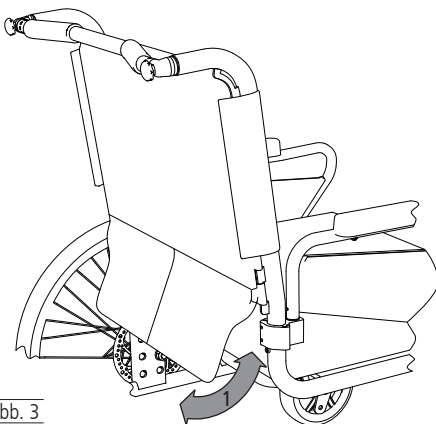

Abb. 3
1. Die Lasche des Rückenpolsters kann an der Rückseite des Sitzpolsters festgeklettet und somit der Spalt zwischen Rückenlehne und Sitzfläche geschlossen werden (1, Abb.3).